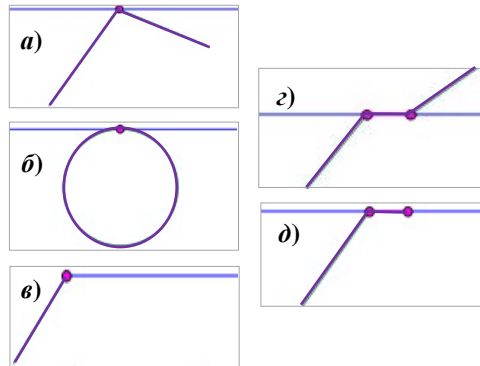

Рис. 26.9, а-д
- ✓ Для примыканий точка касания должна быть началом или концом одной из трасс. Не допускается ситуация, которая показана на рис. 26.9, а.
- ✓ Если ось съезда имеет замкнутый контур, то точка касания не может являться началом или концом примыкания (рис. 26.9, б).
- ✓ Съезды (примыкания) в начале или в конце трассы не создаются, если точки начала или конца обеих трасс совпадают (рис. 26.9, в).
- ✓ Съезды (примыкания) не создаются, если участки вспомогательной и основной трасс совпадают (рис. 26.9, г и д).